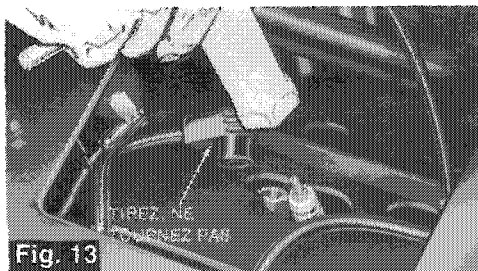

Fig. 13
2. Enlevez la bougie à l'aide de la clé à douille de la trousse à outils (fig. 13).